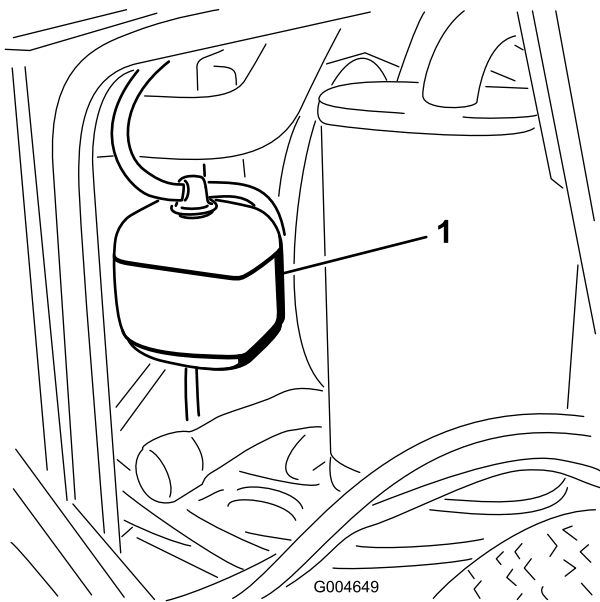

Bild 46
1. Prüfen Sie den Kühlmittelstand im Ausdehnungsgefäß (Bild 46).